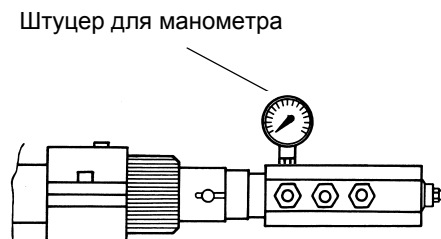

Рис. 30
- 9 Давление питания форсунки уже отрегулировано заранее на заводе-изготовителе и не должно изменяться. Только в случае необходимости, отрегулировать давление питания (см. соответствующий параграф) следующим образом: установить манометр в положение, указанное на Рис. 30, воздействовать на регулировочный винт VR насоса (см. Рис. 28